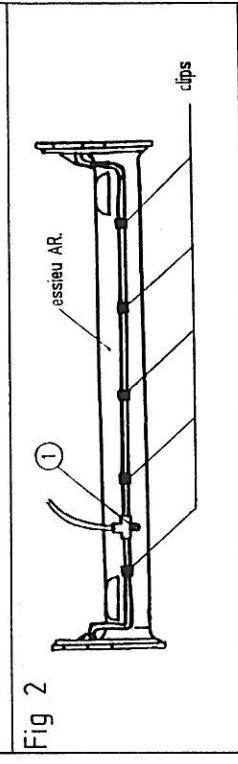

Fig 2
- b/ Dévisser l'écrou du Té (rep 1) de la tuyauterie de freinage de l'essieu arrière et déclipser la tuyauterie (Fig 2).